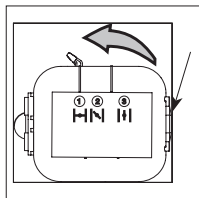

Fig. 25
1. Para abrir a tampa do filtro, empurre a aba de travamento do lado direito da tampa e puxe a tampa do filtro de ar levemente para fora e para a esquerda [Fig. 25].